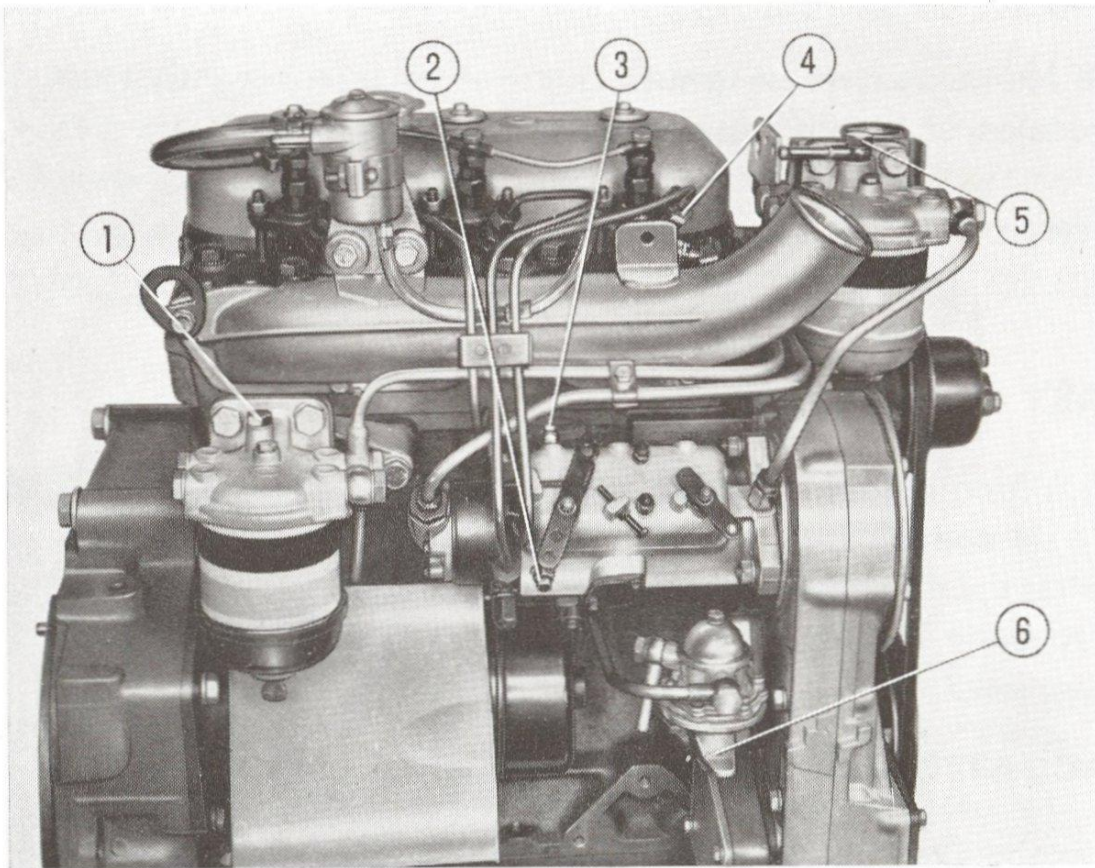

Fig. 8. - Évacuation de l'air du circuit de combustible des moteurs avec pompe d'injection CAV.
3. Si le tracteur est resté longtemps au repos, ou bien quand on le met en marche la première fois par basse température, donnez une vingtaine de coups avec le levier d'amorçage de la pompe d'alimentation (voir fig. 8 et 9).
Moteur avec pompe d'injection CAV (voir fig. 8):